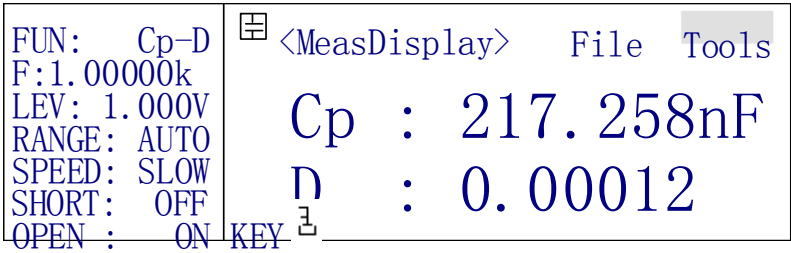

图 4-10 键盘锁定后的软键显示
- **KEY** 键盘锁功能软键。按下软键, 键盘将被锁定, 页面上同时显示键盘被锁定的信息 “KeyLocked!”, 页面显示如图 4-10。